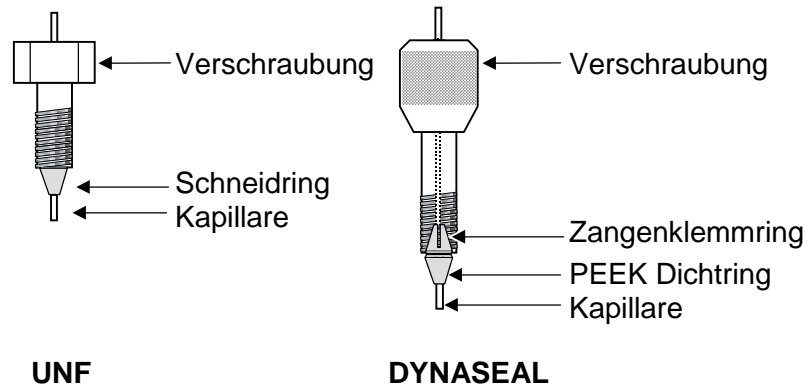

Abb. 10 Prinzip der UNF- und DYNASEAL-Verschraubungen
Die Abb. 10 zeigt das Prinzip der UNF- und der Dynaseal-Verschraubungen.
2. Stecken Sie die Verschraubung, den Zangenschneidring und den Dichtring auf die Kapillare. Achten Sie auf Reihenfolge und Ausrichtung der Fittings, siehe Abb. 10.
2. Stecken Sie die Verschraubung und den Schneidring auf die Kapillare. Achten Sie auf Reihenfolge und Ausrichtung der Fittings, siehe Abb. 10.